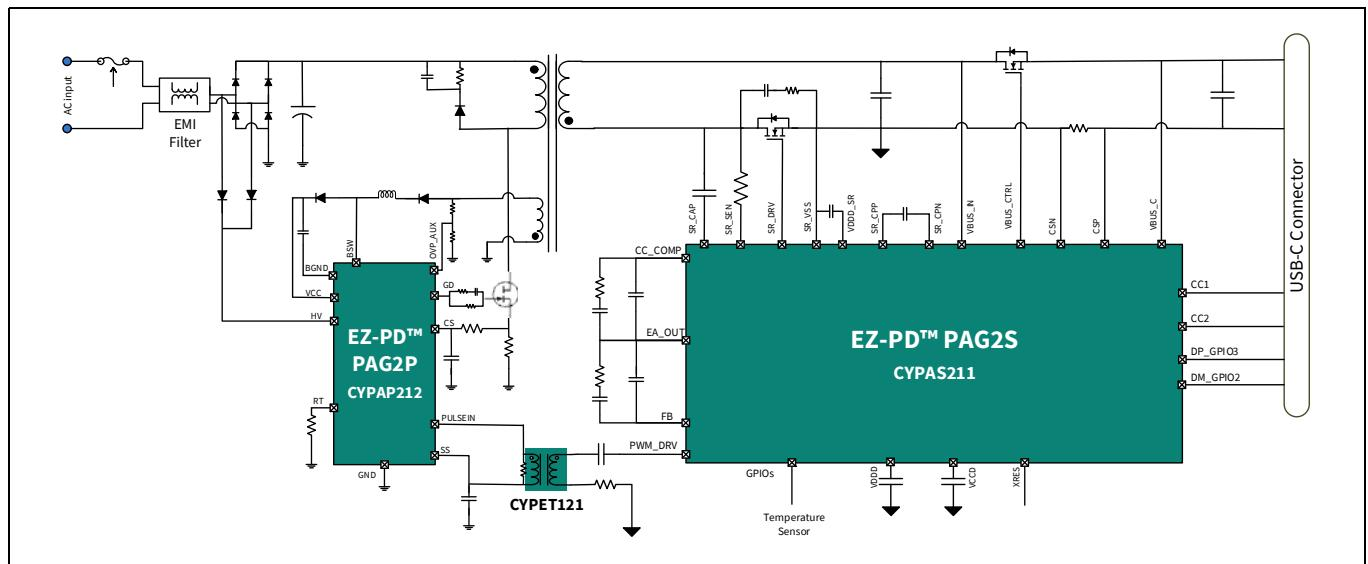

Figure 1 具有次级侧反激式控制的 USB PD 适配器
Figure 1 显示的是实现次级侧控制同步反激式系统的电源适配器应用图。在该系统中，EZ-PD™ PAG2S-QZ 在电压控制模式下调制初级 MOSFET 的脉冲宽度。PAG2S-QZ 使用内部误差放大器 (EA) 和可编程斜坡发生器来确定 PWM 的脉冲宽度。该 PWM 信号通过脉冲边沿变压器从次级传输到初级。在该拓扑结构中，PAG2S-QZ 集成了三个关键功能：次级侧 PWM 控制、充电协议控制和故障保护。在以下示例中，EZ-PD™ PAG2P 用作初级控制器并与 PAG2S-QZ 配合使用。
PAG2S-QZ 集成了两个误差放大器模块，可处理恒压和恒流操作模式的次级输出检测和调节。误差放大器输出被馈入到内部模拟 PWM 模块。误差放大器的负输入为反馈 (FB) 引脚，正输入为内部参考电压。根据所需的 VBUS 输出，可以使用内部源 / 灌电流 IDAC 更改 FB 引脚上的电压。FB 引脚和 EA_OUT 引脚之间需要一个外部补偿网络，如应用图所示（参见 Figure 1）。恒流操作使用内部 LSCSA，其输出被馈入到一个独立的误差放大器，如功能框图所示。需要在 CC_COMP_GPIOx 和 EA_OUT 之间放置一个外部补偿网络来实现恒流模式调节，如 Figure 1 所示。